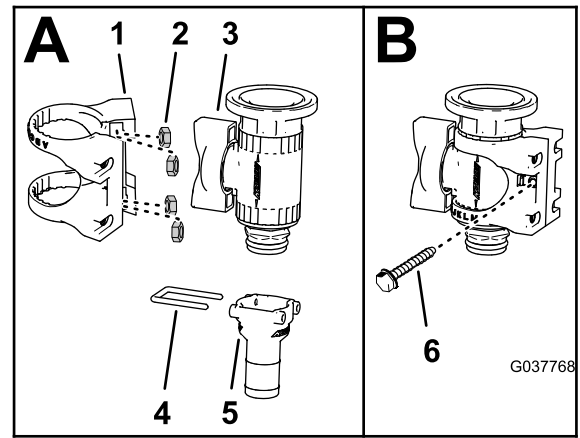

Figure 87
1. Si ce n'est fait, insérez les 4 écrous inox dans les fentes du support en nylon de la vanne de coupure à bride (Figure 87).
2. Déposez le raccord cannelé droit (3/4 po) et l'étrier de la vanne de coupure (Figure 87).
3. Montez la vanne de coupure à bride dans le support en nylon, comme montré à la Figure 87.
4. Fixez le support en nylon à la vanne de coupure à bride à l'aide de la vis (6-32 x 5/8 po), comme montré à la Figure 87.